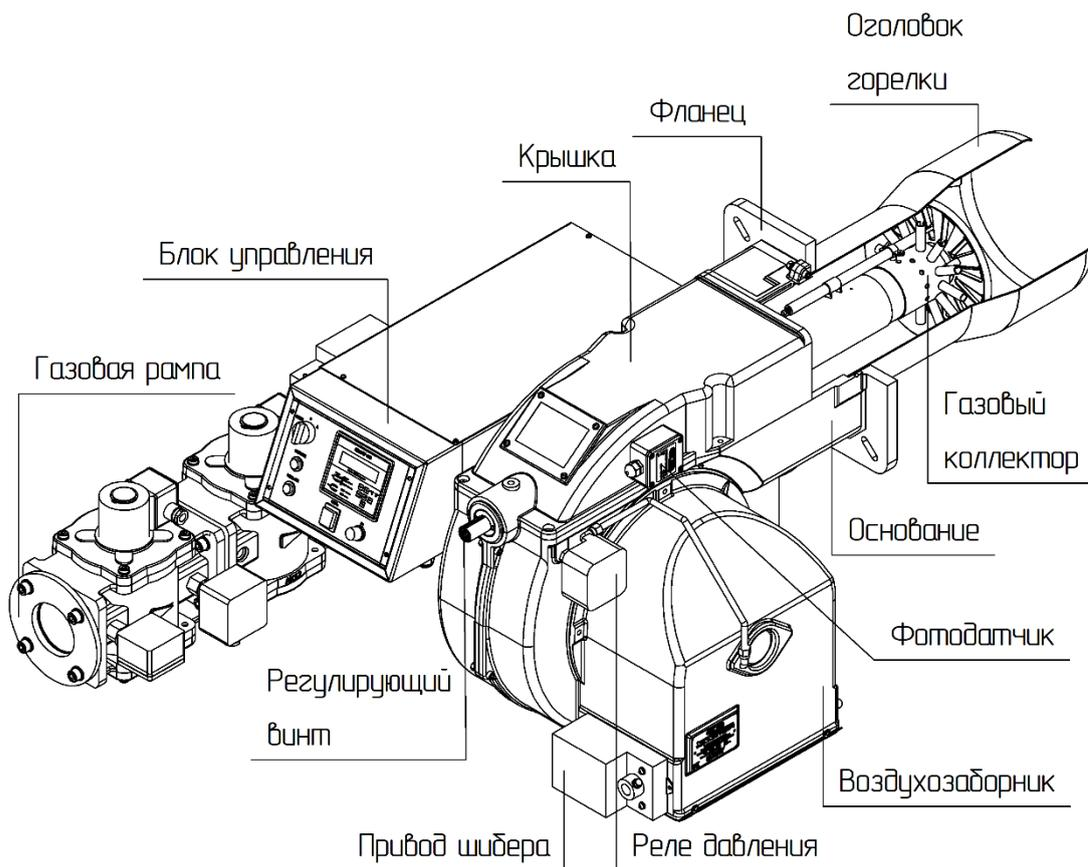

Рис.1 Общий вид горелки «ЭММА».
1.2. Основные технические характеристики горелок приведены в таблице 1, общий вид горелки ЭММА на рис.1.
3) **Блок управления САФАР-410** (см. рис.1) смонтирован на горелке и предназначен для управления работой горелки, программного розжига и автоматической блокировки при возникновении аварийных ситуаций.